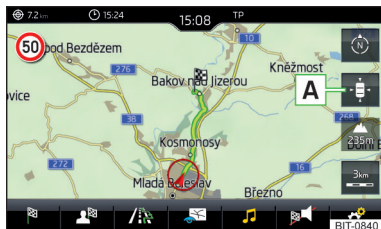

Fig. 237
► Pour le **Centrage carte**, appuyez sur la touche de fonction **A** » fig. 237.